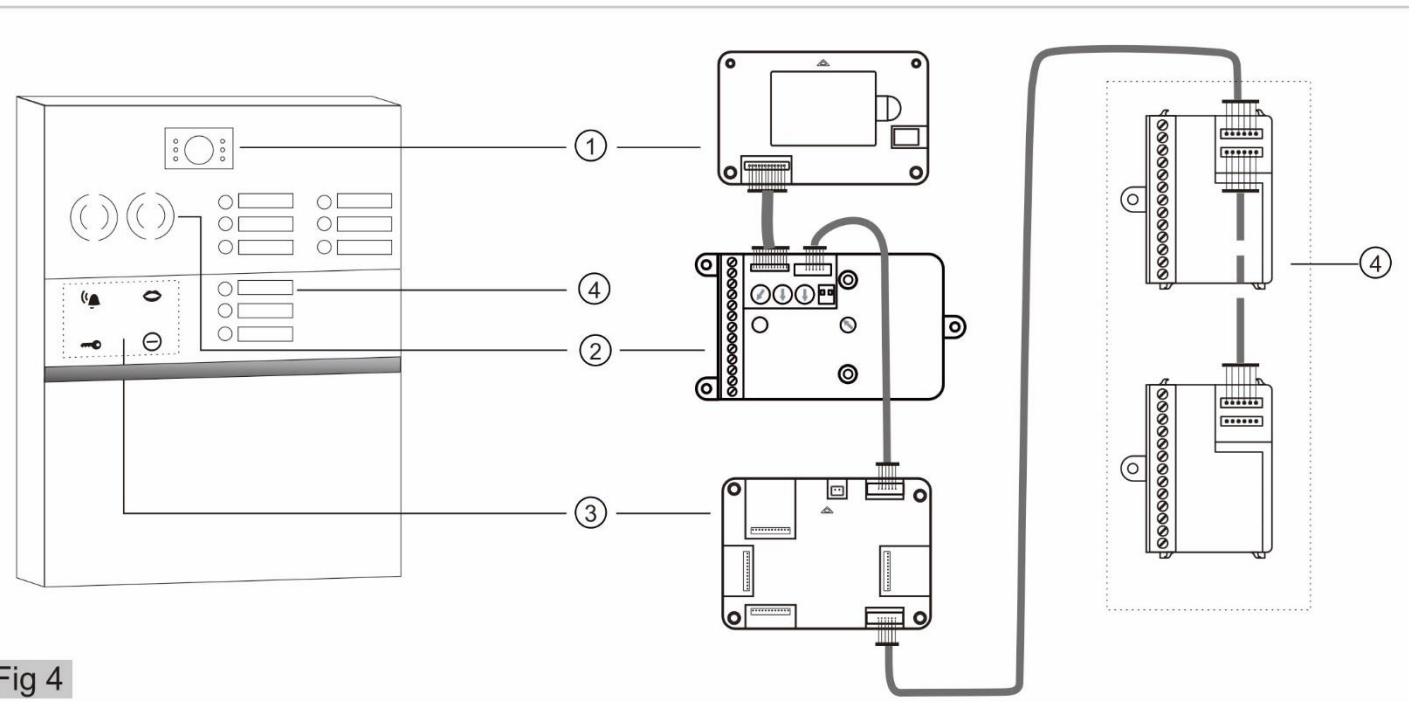

Fig 4
- Kameramodul, Einbau-Audiomodul und Zustandsmodul gemäß Abb. 4 anschließen. Bei mehr als acht Tasten sind Nebenstellen Abb. 4-④ notwendig.
- Connect camera module, audio integration unit and status module as Fig4. If more than 8 buttons, extension units Fig4-④ are needed.